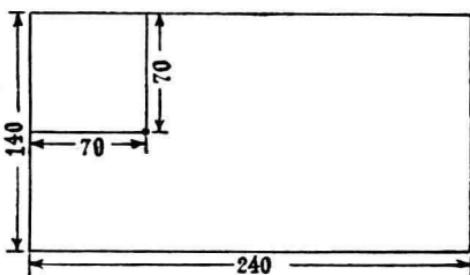

图1
1. 用木砂皮将木板平面打光，再用烧红的铁棒在木板上离上边和左边各70毫米的地方钻一个孔（图1）。